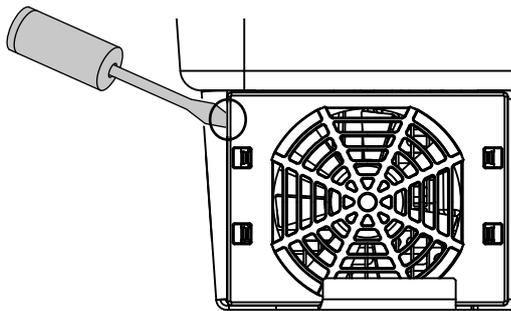

Abb. 73: Lüftergitter lösen
2. Lüfter ausbauen. Dazu am Rand des Lüftergitters einen Schraubendreher ansetzen und leichten Druck auf das Lüftergitter ausüben.  **Abb. 73**